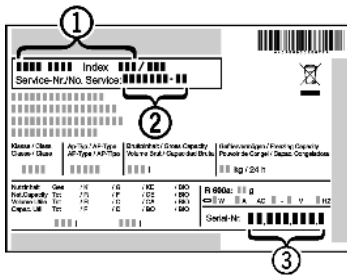

Fig. 10
- ▶ Наименование устройства Fig. 10 (1), сервисный № Fig. 10 (2) и серийный № Fig. 10 (3) считайте с заводской таблички. Заводская табличка находится внутри устройства слева.
- ▶ Обратитесь в сервисную службу и сообщите вид неисправности, наименование устройства Fig. 10 (1), сервисный № Fig. 10 (2) и серийный № Fig. 10 (3).